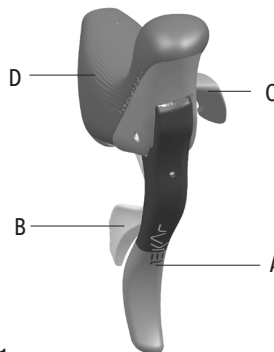

Fig.1
- levier du frein (A - Fig.1)
- levier externe (B - Fig.1)
- levier interne (C - Fig.1)
- cache de poignée (D - Fig.1)
- L'actionnement du levier A (Fig. 1) fait fonctionner le frein : vérifier, en actionnant chaque poignée, à quelle roue correspond cet actionnement.